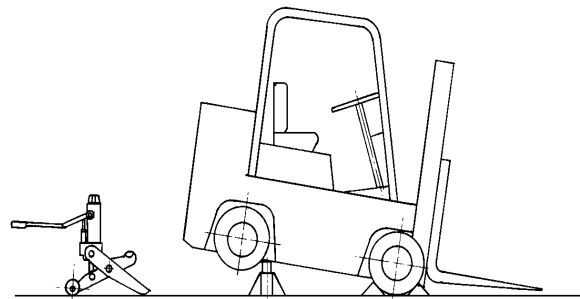

Figura 1
- Coloque los soportes debajo de los ejes antes de trabajar en el vehículo. Consulte la Figura 1.